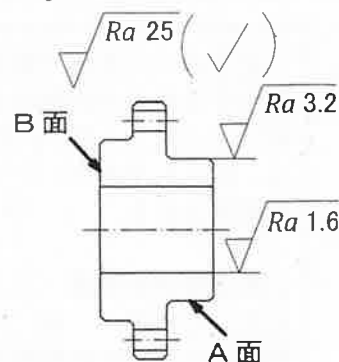

図 3
(3) 図 3 は、円形の軸継ぎ手の全断面図を示している。図 3 において、A 面、B 面に指示されている表面性状を図示記号で答えよ。